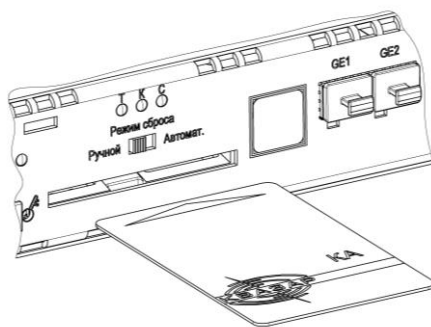

Рисунок 28 – Установка смарт-карты в изделие¹
- устанавливать смарт-карту в считыватель, расположенный на лицевой панели изделия, контактной площадкой ВНИЗ, продвигая вперед до упора (см. Рисунок 28);